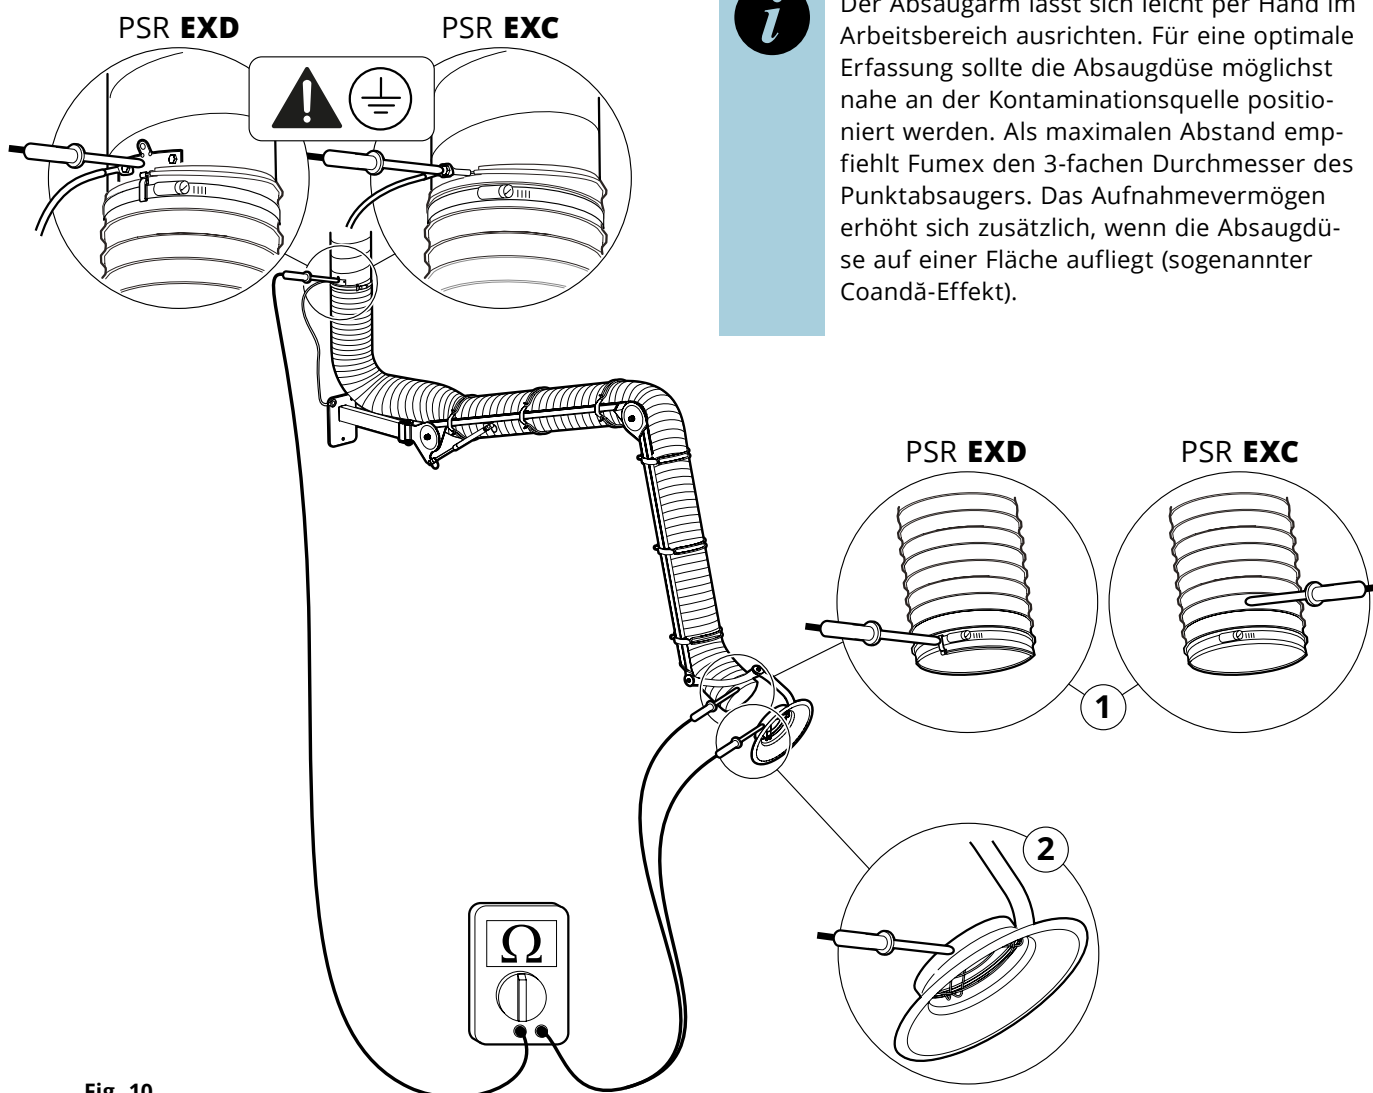

Fig. 10
3. Den Widerstand des Absaugarmes mit einem kalibrierten Ohmmeter messen, siehe 1, **Fig. 10**. Der Widerstand zwischen den Messpunkten muss kleiner als 1 MΩ sein.
4. Den Widerstand der Erdung mit einem kalibrierten Ohmmeter messen, siehe 2, **Fig. 10**. Der Widerstand zwischen den Messpunkten (Erdungsebene/Produkt) muss kleiner als 1 MΩ sein.